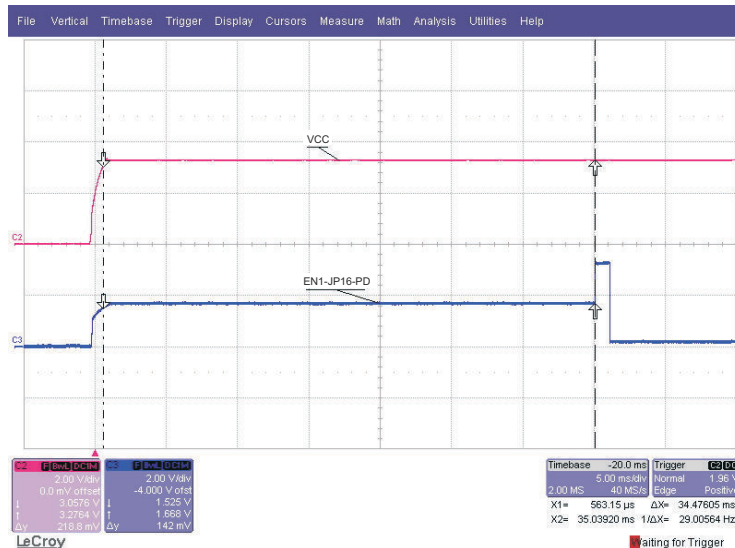

图 5-1. 上电延迟，无参数更改
- 正常情况：UCD9081 对用户参数部分的内容执行校验和测试。如果测试通过，UCD9081 会将用户参数部分的内容与应用程序（或最后已知良好配置）参数部分的内容进行比较，以查看这些参数是否已更改。如果两个区域匹配，序列发生器应用程序会启动。如图 5-1 中所示，这通常需要 35ms 的时间